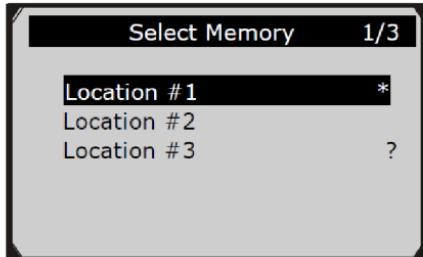

Рис. 5.22
- 5) Воспользоваться кнопками прокрутки **UP/DOWN**, чтобы выбрать ячейку памяти и нажать кнопку **OK** (рис. 5.22).